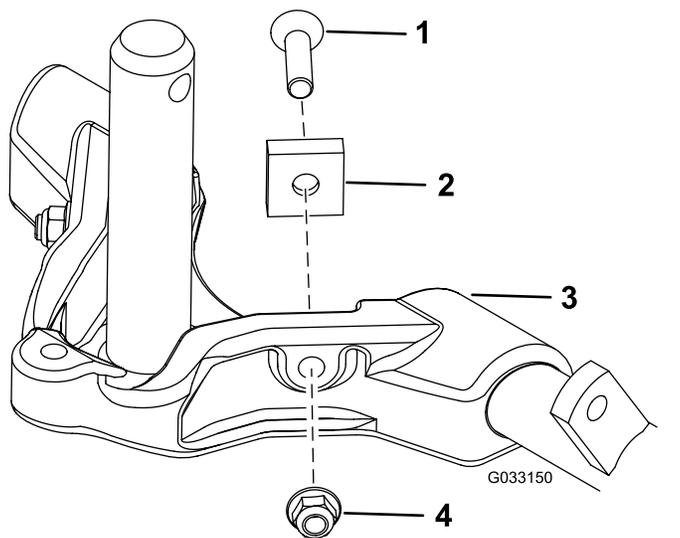

**Figura 14**
**Importante:** En la Unidad de corte 4 (delantera izquierda) y la Unidad de corte de 5 (delantera derecha), utilice las tuercas de montaje del soporte de la varilla para instalar las guías de las mangueras a la parte delantera de las pestañas de las unidades de corte. Las guías de manguera deben estar inclinadas hacia la unidad de corte central (**Figura 12 a Figura 14**).